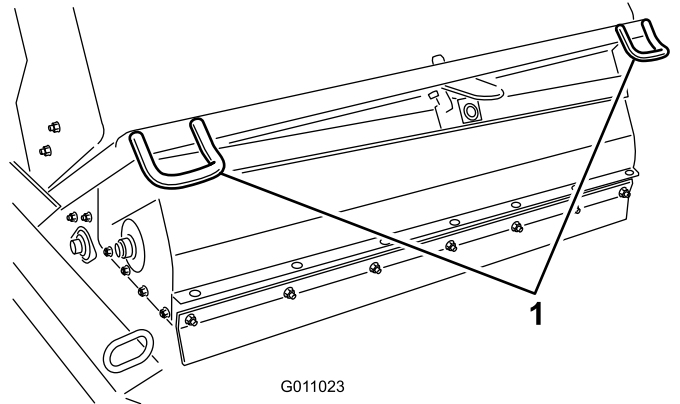
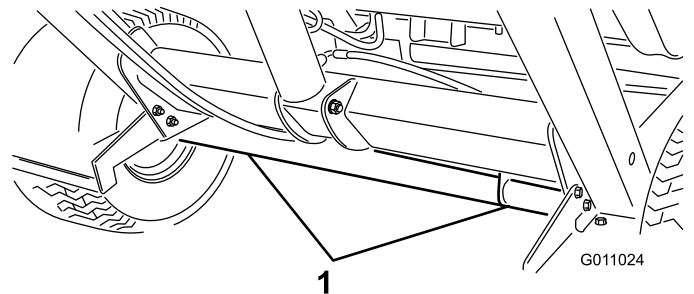

Figura 29
Figura 30
- Para transportar la barredora, utilice los puntos de amarre para sujetar la parte delantera de la máquina (Figura 29) y el eje (Figura 30) para sujetar la parte trasera de la máquina al remolque.